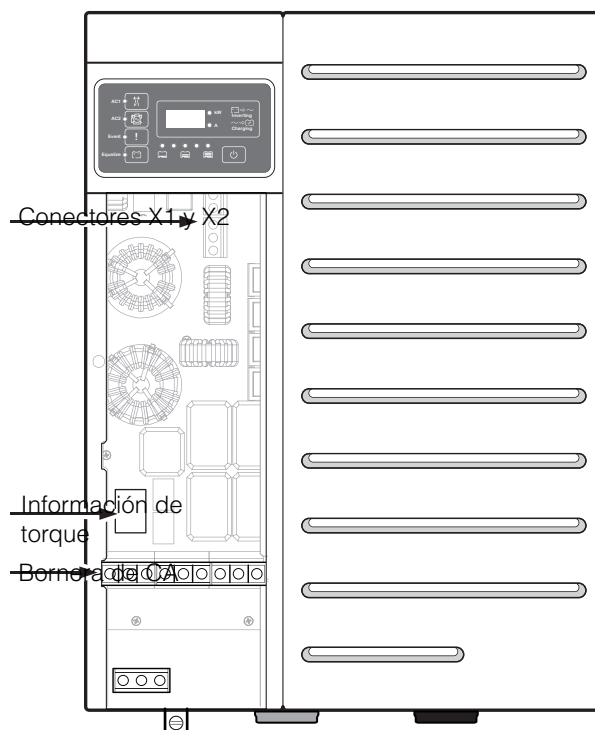

Figura C-3 Ubicación de conectores
1. Encuentre los conectores de X1 y X2 (consulte Figura C-3).
5. Ajuste todos los terminales a 35 pulg-lb (4,0 N-m) según la información de torque que aparece en el tablero de AC. Consulte la Figura C-3 para ver dónde se encuentra la información sobre torque.
1. Encuentre los conectores Load, AC1 (Red) y AC2 (Gen) (consulte Figura C-3 en las páginas C-7).
4. Ajuste todos los terminales según la información de torque que aparece en el tablero de CA. Consulte la Figura C-3 en las páginas C-7 para ver dónde se encuentra la información sobre torque.